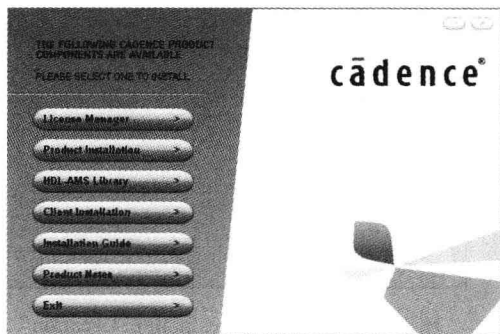

图 1.2.5 “Cadence SPB/OrCAD 16.3”的安装界面
(1) 系统会自动运行显示 Cadence SPB/OrCAD 16.3 的安装界面, 如图 1.2.5 所示, 在安装界面中选择“Product Installation”选项, 进入安装向导窗口。